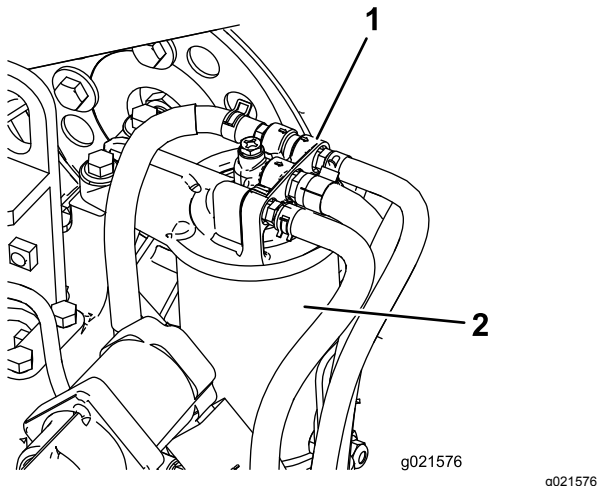

Figura 60
1. Limpie la zona alrededor de la cabeza del filtro de combustible (**Figura 60**).
2. Retire el filtro y limpie la superficie de montaje de la cabeza del filtro (**Figura 60**).